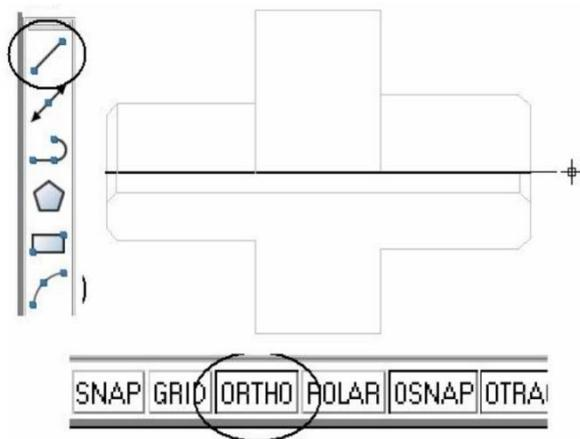

Рисунок 34 – Действие 2
2. *Включите режим ОРТО (F8)*. Вычертите ось вала для этого активируйте команду ОТРЕЗОК. Затем укажите щелчком мыши в поле чертежа начальную точку осевой линии. Отведите курсор по горизонтали вправо (не щёлкая мышью), при этом за курсором будет тянуться «резиновая» курсорная нить (рис. 34). Введите с клавиатуры длину вала, нажмите Enter, нажмите Esc. Установите комфортный режим просмотра чертежа с помощью команд меню VIEW (ВИД).